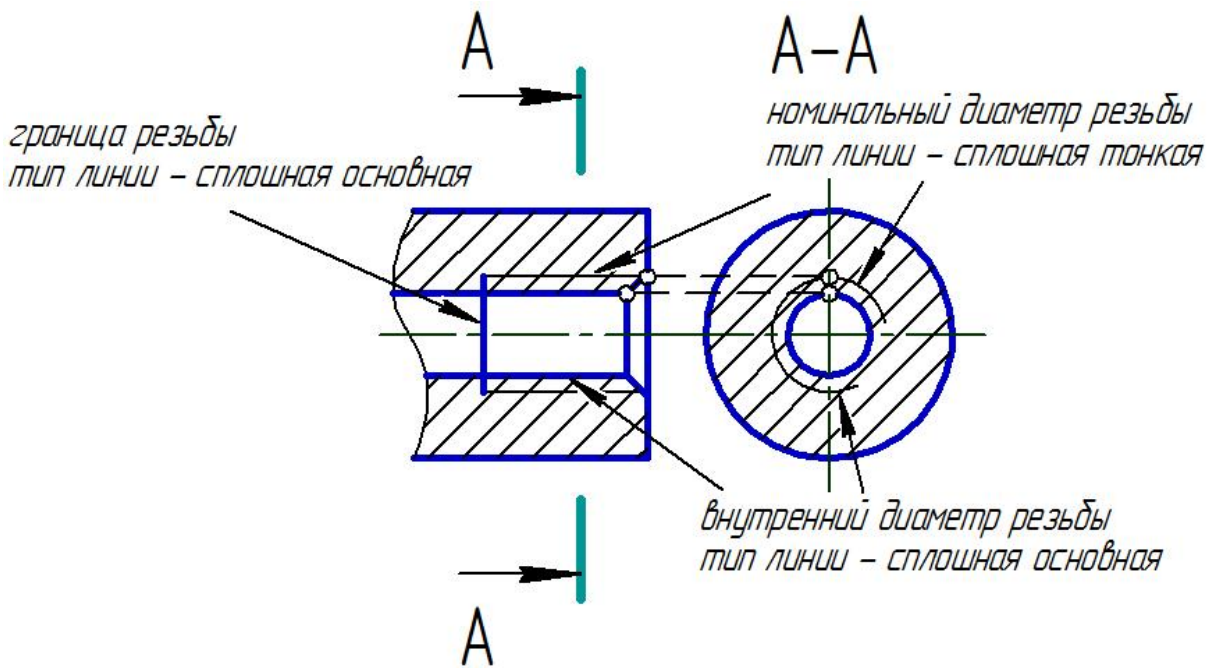

Рис. 3.5. Изображение внутренней резьбы
**Внутренняя резьба** на продольных разрезах изображается основной линией по внутреннему диаметру резьбы и сплошной тонкой – по внешнему (рис. 3.5).